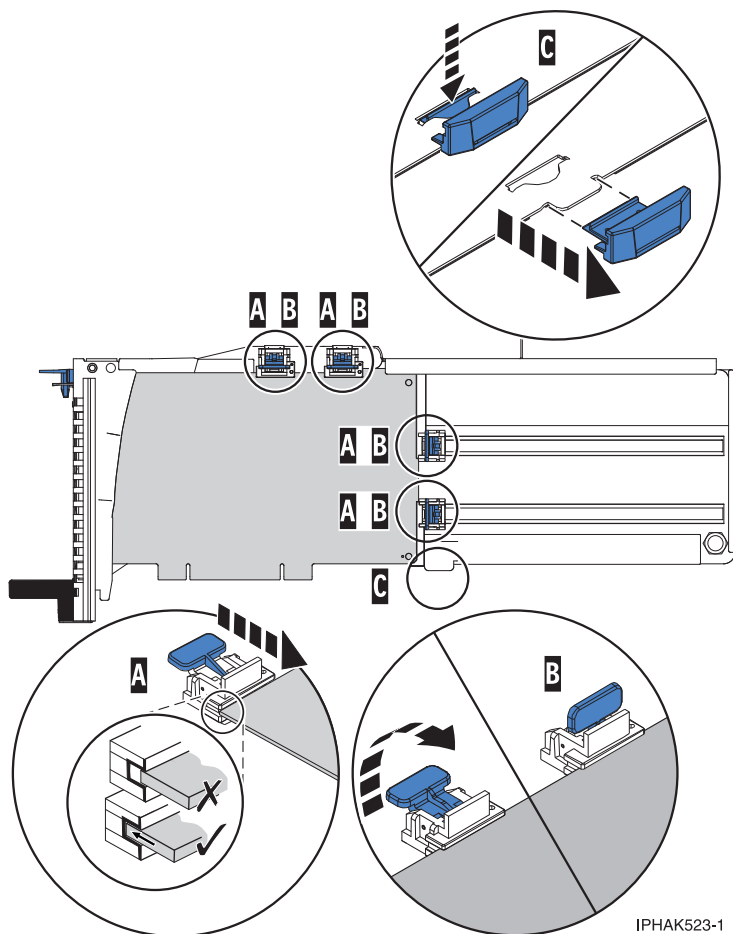

図 110. 所定位置に保持具が付いた PCI アダプター・カセット内の中型 PCI アダプター
- アダプターのスタビライザー (C) を取り外す。160 ページの図 110を参照してください。
- 保持具 (B) をセットして、ロックする。
- アダプター端が保持具すべての溝 (A) に収まっていることを確認する。アダプターの形状またはコネクタの場所がアダプター端が保持具の溝に収まるのを妨げている場合でも、保持具がそれでもアダプター端またはコネクタに対してしっかりとロックされていることを確認します。